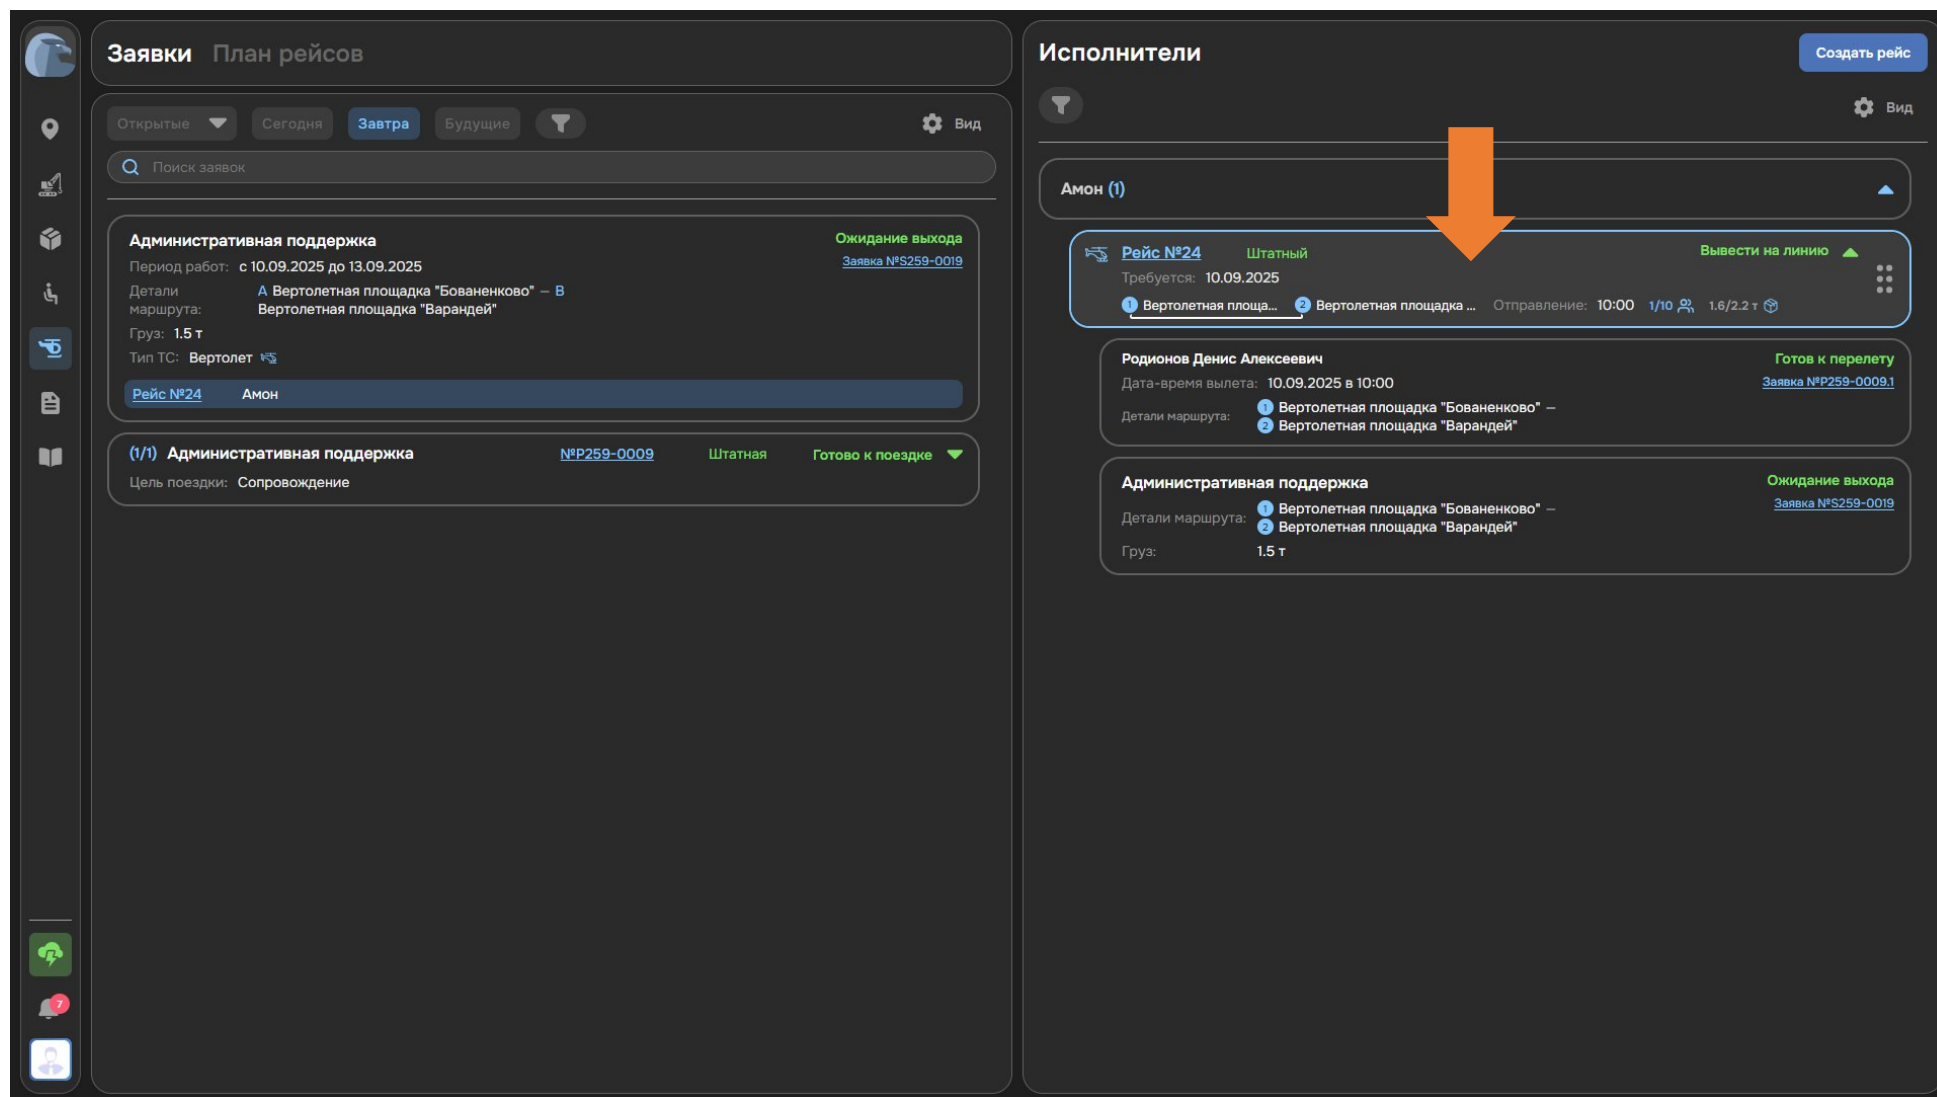

Рисунок 88. Раздел «Вертолетные» после назначения Задач на созданный Рейс
6. В день выполнения Рейса откройте нужный Рейс для просмотра информации о нем (см. Рисунок 88).